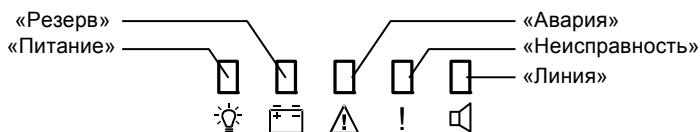

Рисунок 1
1.4.6 Индикация режимов работы прибора осуществляется посредством пяти индикаторов (см. Рис. 1) и встроенного звукового сигнализатора.
Для перевода прибора в режим «Определение состояния АС» необходимо на датчике вскрытия корпуса набрать специальную кодовую комбинацию (одно длинное-три коротких нажатия-одно длинное). Прибор переходит в режим «Определение состояния АС» и индикатор «Линия» (см. Рисунок 1) начинает часто мигать, после чего производится контроль и сохранение сопротивления нагрузки линии оповещения. Если при контроле сопротивление нагрузки $< 3 \text{ Ом}$ или $> 21 \text{ Ом}$, выход будет находиться в состоянии «КЗ» или «Обрыв» соответственно.